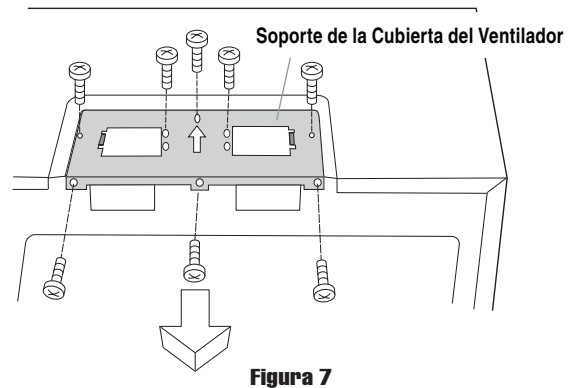

Figura 7
1. Retire 3 tornillos del borde posterior y 5 tornillos de la parte superior del soporte de la cubierta del ventilador. Guarde los 3 tornillos para utilizarlos más tarde para fijar el conjunto del amortiguador de escape a la pared y deseche los 5 tornillos restantes. Retire el soporte de la cubierta del ventilador deslizándolo en la dirección contraria de la flecha que aparece en el soporte, como se muestra en la Figura 7.